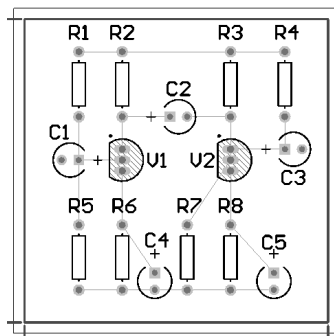

图 3.2.26 排列好的 PCB 板图
(5) 元器件排列好的 PCB 板如图 3.2.26 所示。